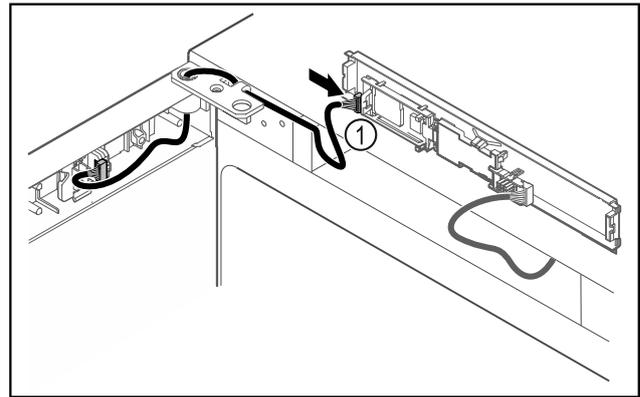

Fig. 46
- ▶ Встановити штекер Fig. 46 (1) на плиті.